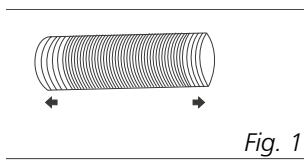

Fig. 1
- 1 Estenda ambos os lados da mangueira (Fig. 1) e aparafuse a entrada da mangueira (Fig. 2).